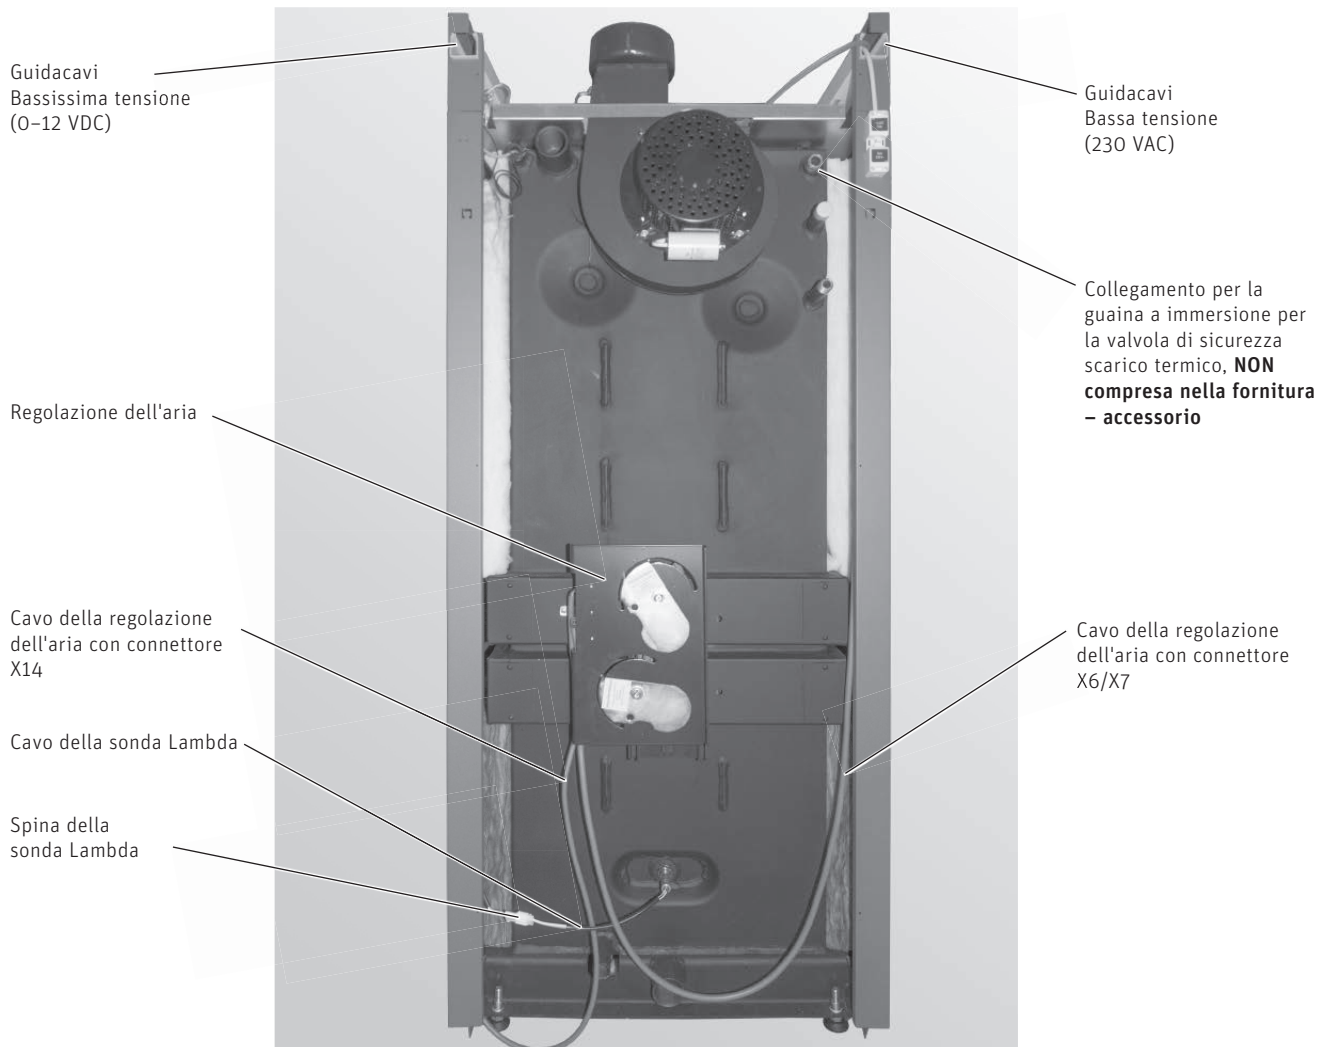
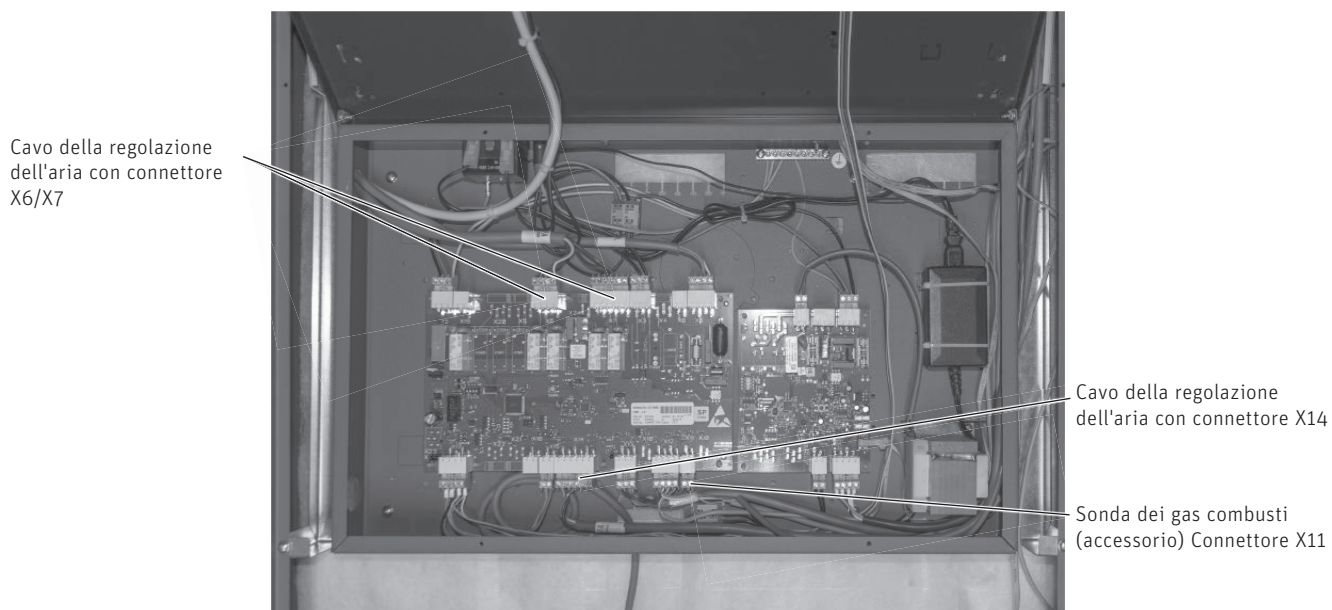

Fig. 56 LogWIN senza pareti posteriori – vista da dietro
Fig. 57 Quadro di comando LogWIN – vista dall'alto
- ▶ Passare i due cavi della regolazione aria della Fig. 56 nelle pareti laterali verso l'alto, attraverso il passaggio nei guidacavi, fino al quadro di comando e collegarli come in Fig. 57.
- ▶ Passare il cavo della sonda Lambda dal quadro di comando, attraverso il passaggio nel guidacavi, nella parete laterale verso il basso e collegarlo alla sonda Lambda – Fig. 56.